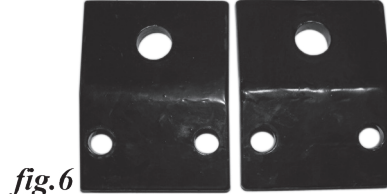

fig.6
5. Fixez les deux supports de patins (de fig.6) au fond de la nervure transversale inférieure sur le dos de la lame du chasse-neige. Ils devraient être attachés de sorte qu'ils